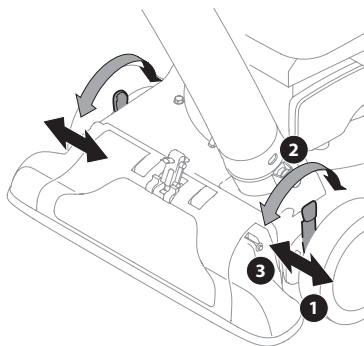

Figura 7
1. Oprima la palanca de ajuste de la altura del pico hacia la rueda. Vea la Figura 7.
3. Libere la palanca hacia la cubierta. Vea la Figura 7.